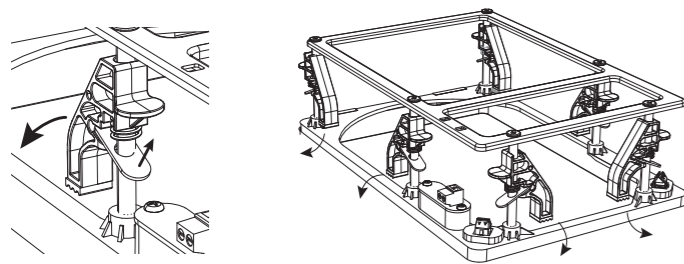
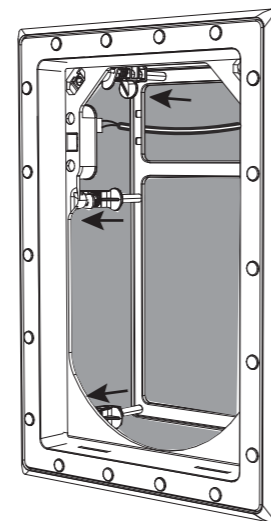

Fig. 9. Adjusting the Mounting Clamps from the Stowed Position
Fig. 11. Frame securely clamped to the Wall
2. Alcance el interior del marco y gire las abrazaderas de montaje a la posición "Sujeción", donde pueden ejercer una fuerza de sujeción en la parte trasera de la abertura (Fig. 9 y 10). Presione el marco y apriete cada abrazadera, de modo que el marco quede asegurado en su posición (Fig. 11).